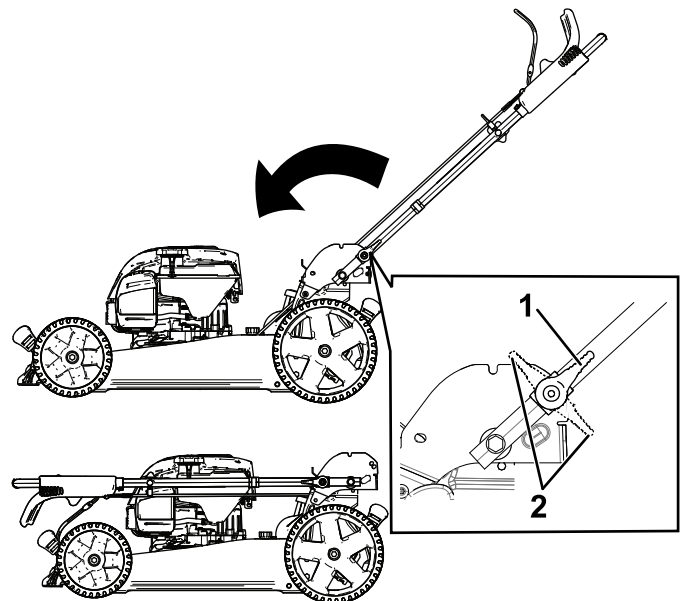

Figura 22
3. Desengate os bloqueios da pega (Figura 22).
4. Dobre a pega totalmente para a frente (Figura 22).